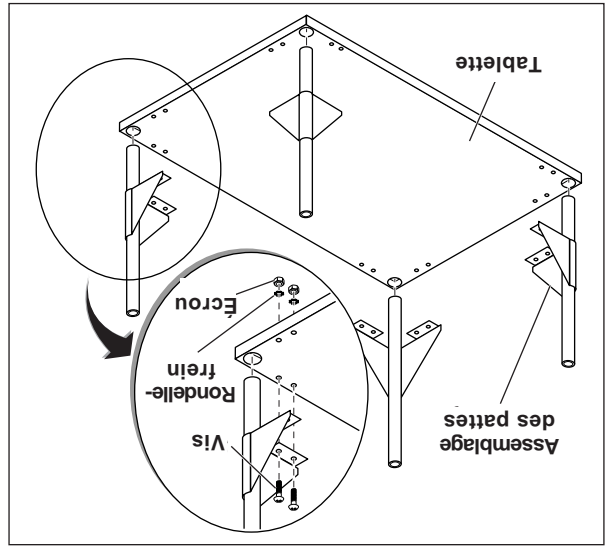

Figure 1
1. Insérer la petite extrémité de la patte dans le haut de la tablette (Fig. 1).